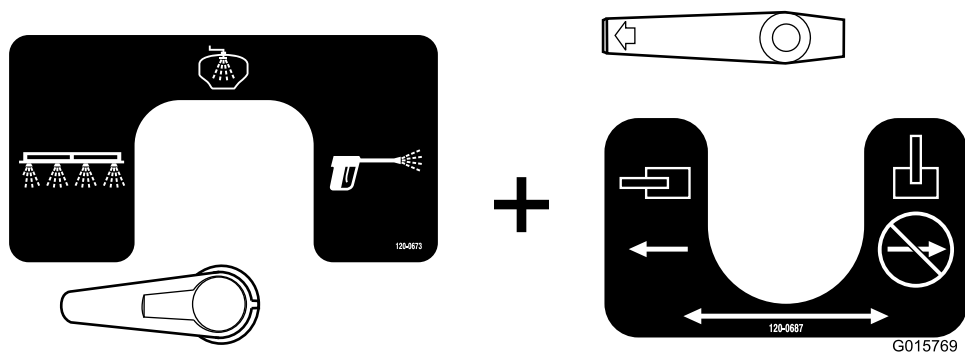

Figura 55
- Esta é configuração da rampa (Figura 55). Utilize esta configuração para pulverizar a água de lavagem pelas rampas.